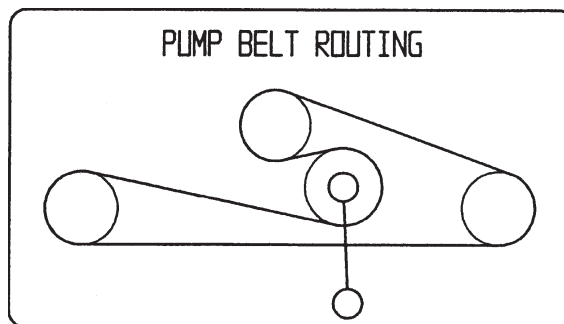

Figure 52
- Abaissez la poulie de tension rappelée par ressort et enlevez la courroie des poulies du moteur et de la pompe hydraulique (Fig. 52). Retirez la courroie entre les poulies.
- Installez la courroie neuve sur les poulies du moteur et de la pompe hydraulique (Fig. 52).
- Abaissez la poulie de tension rappelée par ressort et alignez-la sous la courroie de transmission, puis relâchez-la (Fig. 52).